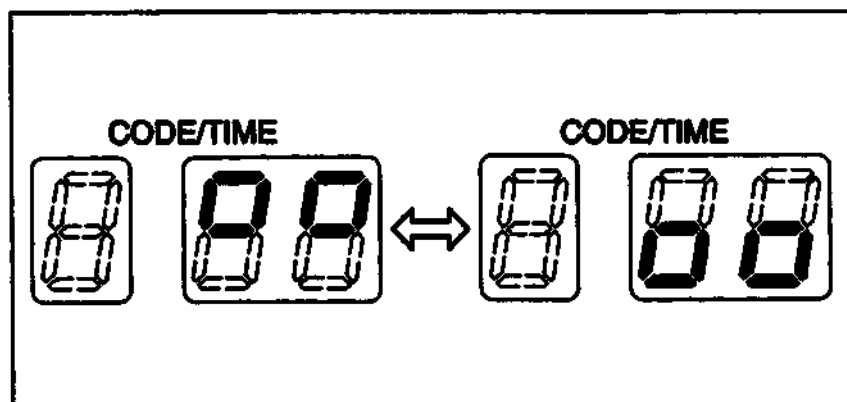

Рис. 6.5
10. На дисплее «CODE/TIME» главной панели управления отображается время, остающееся до завершения процесса. После истечения времени раздаётся зуммерный сигнал, а на дисплее «CODE/TIME» отображаются попеременно мигающие знаки «_» и «_» (см. рис. 6.5).